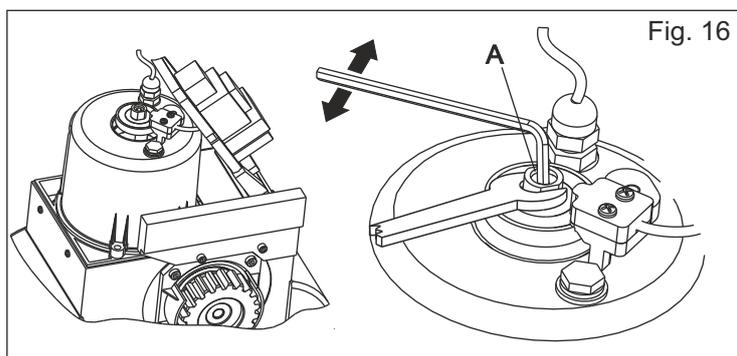

Fig. 16
- Obrar sobre el tornillo "A" (Fig. 16) en la siguiente manera: